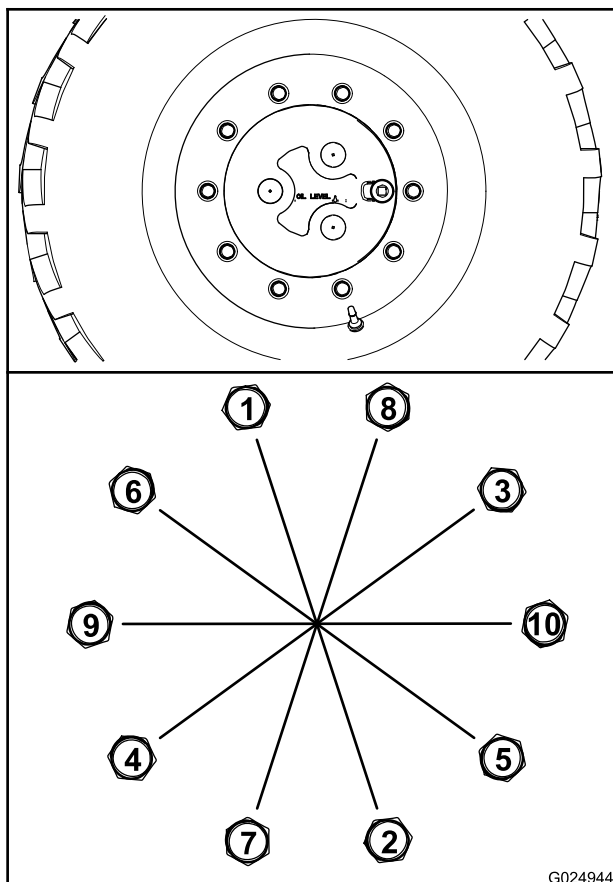

Рисунок 83
- В. Затяните все гайки колеса с моментом 200 Нм (150 фунт-футов) в последовательности, показанной на Рисунок 83.
- С. Затяните все гайки колеса с моментом 300 Нм (225 фунт-футов) в последовательности, показанной на Рисунок 83.
- А. Затяните все гайки колеса с моментом 100 Нм (75 фунт-футов) в последовательности, показанной на Рисунок 83.